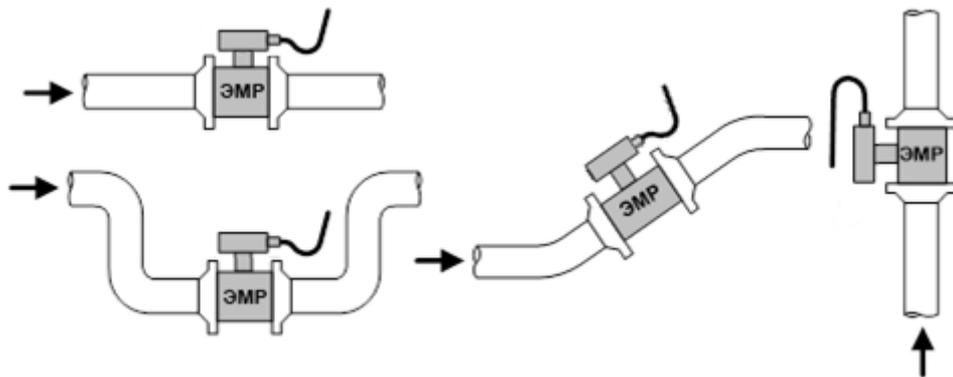

Рис.1. Рекомендуемые места установки ЭМР в трубопроводе.
- 3.2.1. ЭМР допускается монтировать в горизонтальный, наклонный или вертикальный трубопровод с восходящим потоком (рис.1). При этом должны выполняться следующие требования:
3.2.4. В случае невозможности установки расходомера в рекомендуемых местах (рис.1) допускается монтаж изделия в верхней точке трубопровода (рис.2а) или на нисходящем потоке напорных трубопроводов (рис.2б, 2в).